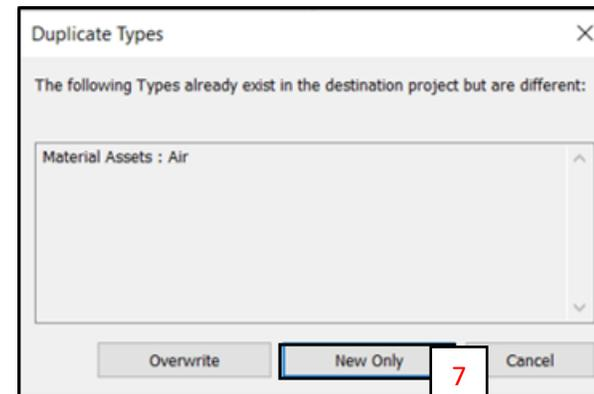

Fig. 5
- E. En la ventana “Duplicate Types”, seleccionar **New Only** (7) para no sobrescribir los tipos de losas o materiales existentes del Proyecto de Usuario y transferir solamente los nuevos. (Fig. 5)